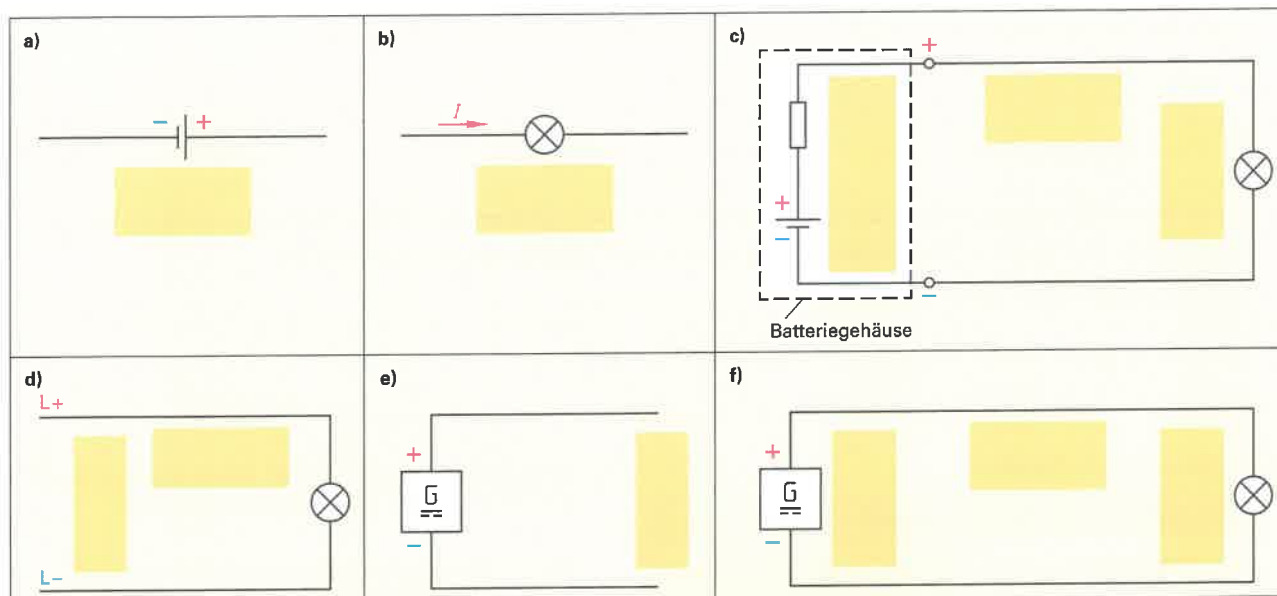

Bild 1: Bezugspfeile für Spannungen und Ströme
4. Tragen Sie in die Abbildungen (**Bild 1**) die Bezugspfeile für die Spannungen bzw. Ströme und die zugehörigen Formelzeichen ein.